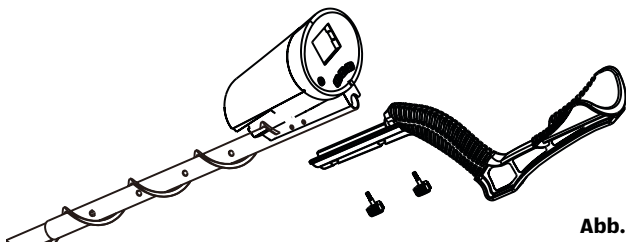

Abb. 1
1. Befestigen Sie den Haltegriff **4** unterhalb des Anzeigeräts **3**, in die dafür vorgesehene Aussparung (Siehe Abb. 1) und führen Sie die beiden Teile fest zusammen.